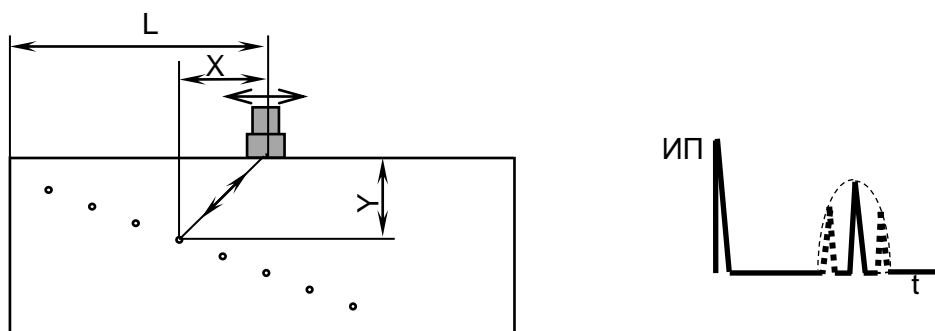

Рисунок 7.8
ж) установить ПЭП на поверхность образца МД2-0-Х-1, расположив его фактическую точку выхода луча (определенную в п. 7.4.4) на расстоянии  $L$  от левой боковой плоскости образца (рисунок 7.8). Расстояние  $L$  выбрать из таблицы 7.6 для  $Y_{и} = 5$  мм и фактического угла ввода  $\alpha_{\phi}$  (определенного в п. 7.4.5) и отмерить измерительной линейкой;
- р) установить ПЭП на поверхность образца МД2-0-Х-1, расположив его фактическую точку выхода луча на расстоянии  $L$  от левой боковой поверхности образца для  $Y_{и} = 50$  мм и угла ввода  $\alpha_{\phi}$  в соответствии с таблицей 7.6 (см. рисунок 7.8). С помощью кнопок  и  установить амплитуду эхо-сигнала, равную от 1,5 до 7,5 клетки по высоте А-развертки;